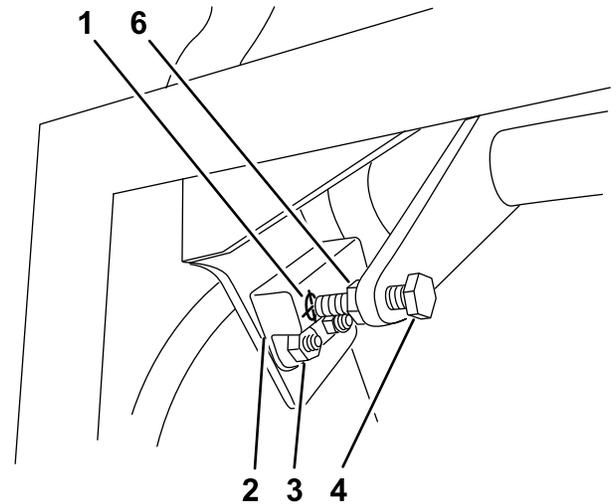

Figura 58
2. Si es necesario, afloje los pernos y ajuste el interruptor de proximidad hasta que la diana quede alineada con el perno que está conectado a la palanca de control de movimiento (Figura 58).
3. Compruebe la distancia entre el perno y el interruptor de proximidad. Debe ser de 0.050 a 0.090 pulgadas (1.27 a 2.29 mm) (Figura 58).
4. Si es necesario ajustarla, afloje la contratuerca y ajuste el perno a la distancia correcta. Apriete la contratuerca después de ajustar el perno (Figura 58).
1. Compruebe y asegúrese de que el perno que está conectado a la palanca de control de movimiento está alineado con la diana del interruptor de proximidad (Figura 58).